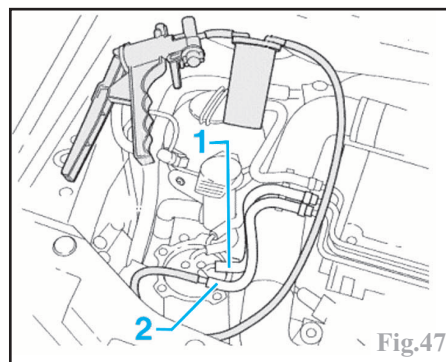

Fig.47
-débrancher avec précaution les canalisations d'alimentation (1) (repère blanc) et de retour (2) (repère bleu), venant de la pompe tandem (Fig.47).
-à l'aide d'une pompe à dépression manuelle munie d'un réservoir de purge (outil VAG 1390/1), aspirer le maximum de gazole contenu dans la pompe tandem, par la canalisation de retour (2).
- Pour faciliter le réamorçage du circuit, et avant de rebrancher la canalisation de retour (repère bleu) sur le filtre (2), utiliser une pompe à dépression manuelle munie d'un réservoir de purge (outil VAG 1390/1) et amorcer le circuit par cette canalisation puis rebrancher celle-ci (Fig.47).